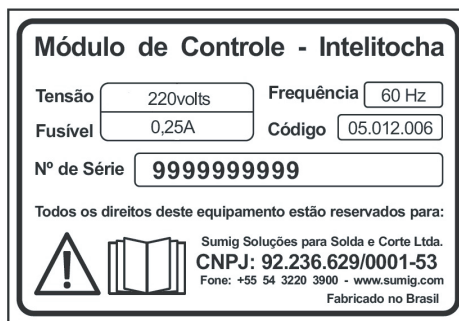

Figura 2.1: Placa de identificação Intelitocha SUMIG.
4. 2.3.4 O módulo de controle da Intelitocha possui um fusível para proteção do equipamento, para rede de 220V, o fusível recomendado é de 0,25A. **É extremamente importante o uso de fusível correto em relação à tensão de alimentação para proteção ao equipamento.** A Figura 2.1 ilustra a placa de identificação com os valores correto do fusível.
5. Caso o módulo Intelitocha seja exposto à excessiva umidade ou água, desligue e seque o módulo Intelitocha e aguarde até que toda a umidade evapore, (este processo pode levar muitas horas). Se o módulo Intelitocha não operar corretamente contate um assistente técnico autorizado, nesta situação tenha em mãos o número de série disponível na placa de identificação detalhada na Figura 2.1. A abertura do módulo Intelitocha ou remoção do lacre por pessoa não autorizada implica na perda da garantia do produto.